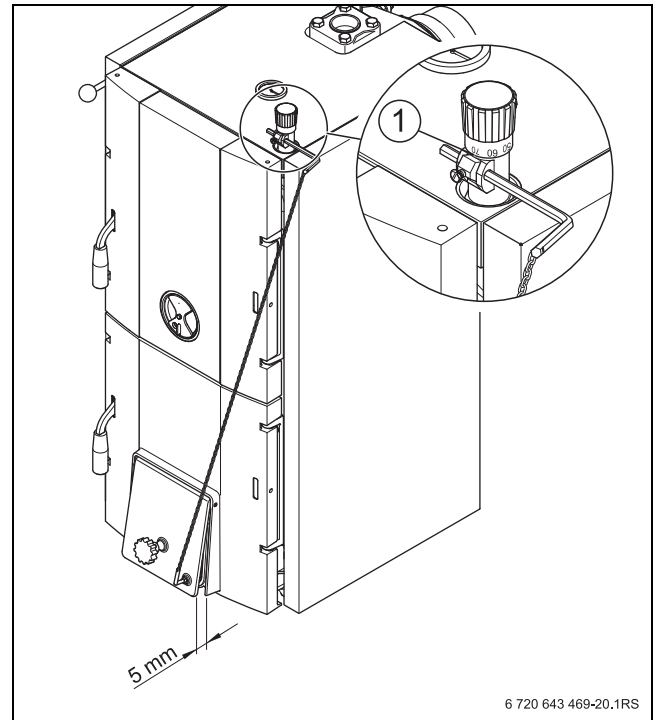

Fig. 4 Ajustar o regulador de combustão
- ▶ Ajustar o regulador de combustão para a marcação vermelha (85 °C) (→ fig. 4).